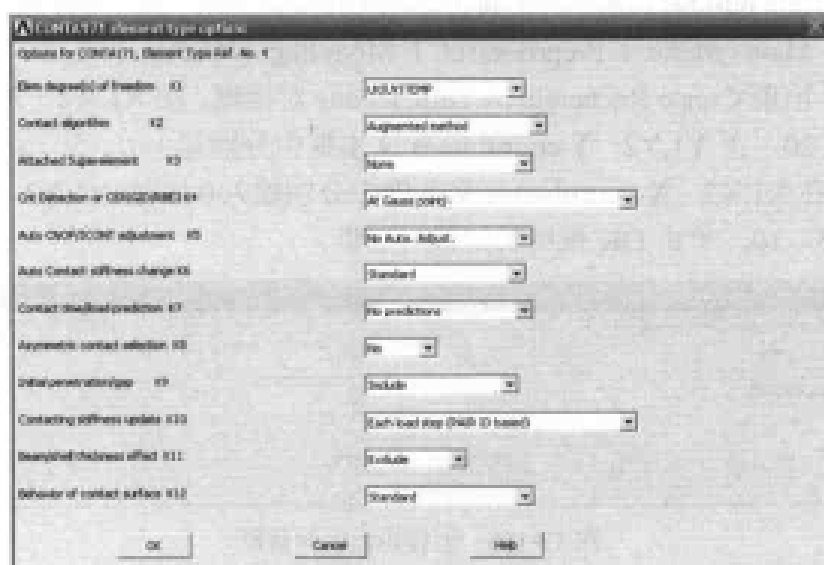

图 13-165 CONTA171 单元属性设置对话框
(4) 在 Element Types 对话框中选择 Type 3 CONTA171 选项, 单击 Options 按钮, 出现 CONTA171 element type options 对话框, 在 Elem degrees of freedom K1 下拉列表框中选择 UX/UY/TEMP 选项, 其余选项采用默认设置, 如图 13-165 所示, 单击 OK 按钮关闭该对话框。